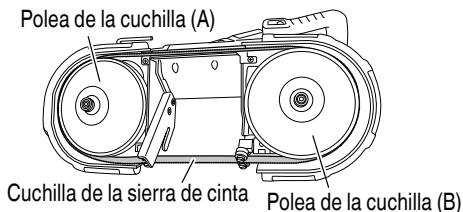

Fig. 18
- (4) Agarrando la cuchilla de la sierra de cinta en posición, gire la palanca de tensión en la dirección de apriete y asegure la cuchilla de la sierra de cinta. (Fig. 18)